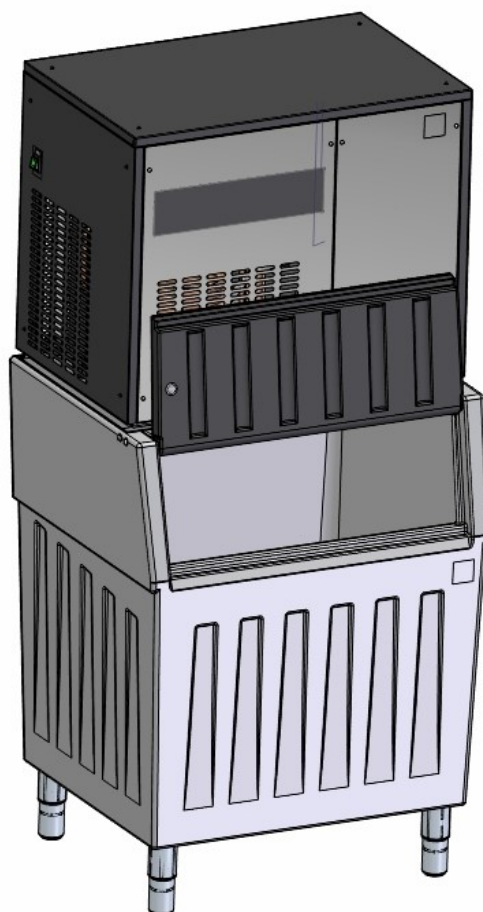

Рис. 3 Бункер (вар.) с открытой дверцей и льдогенератором
5.2 При заполнении бункера льдом (контролируется визуально) необходимо, не выключая льдогенератор, открыть дверцу бункера (рис. 3) и при помощи совка переложить лед в подготовленную емкость (не поставляется в комплекте).